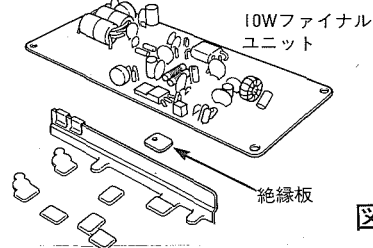

図5
6. 10Wファイナルユニットを固定しているタップタイトねじ(5本)とトランジスタを止めているねじ(4本)を外します。Q1と放熱器の間に絶縁板が入っていますので取り除きます。10Wファイナルユニットを固定していたタップタイトねじ(5本)は100Wファイナルユニットを固定するとき使用しますので無くさないようにしてください。(図5)